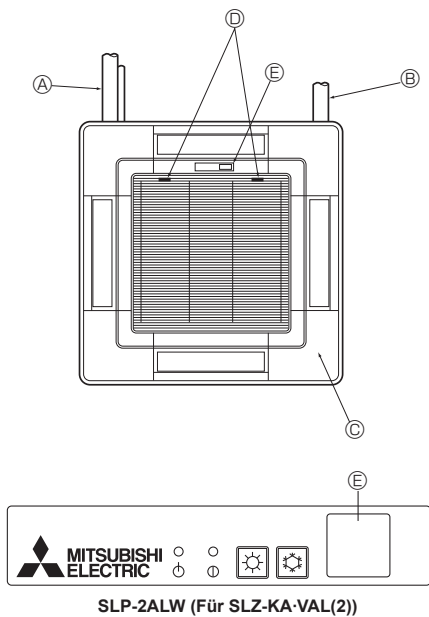

Fig. 8-11
8.5. Anbringung des Ansauggitters (Fig. 8-11)